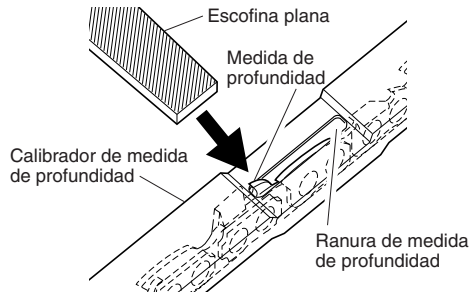

Figura 24 - Calibrador de medida de profundidad en la cadena
- Coloque el calibrador de medida de profundidad (.635 mm) firmemente a lo largo de dos elementos de corte. Asegúrese de que la medida de profundidad penetra en la ranura del calibrador de la medida de profundidad (vea la Figura 24).